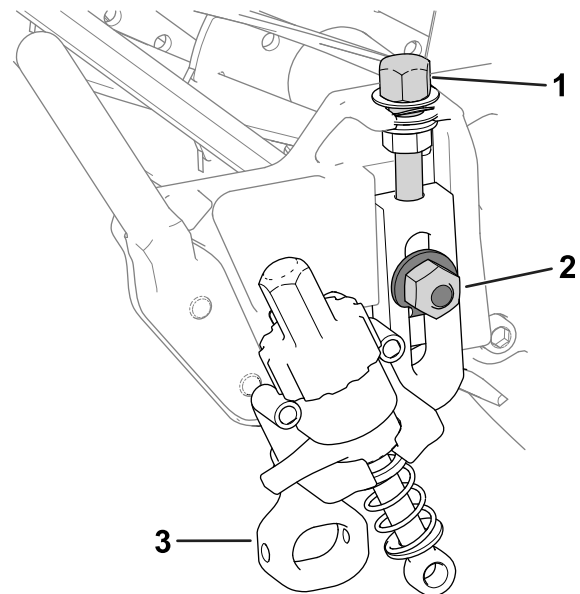

Figura 11
1. Avvitare le viti di regolazione dell'altezza di taglio precedentemente rimosse nella parte superiore dei gruppi di regolazione dell'altezza di taglio (Figura 11).
taglio utilizzando i bulloni della lama, i dadi e le rondelle speciali precedentemente rimossi (Figura 11).